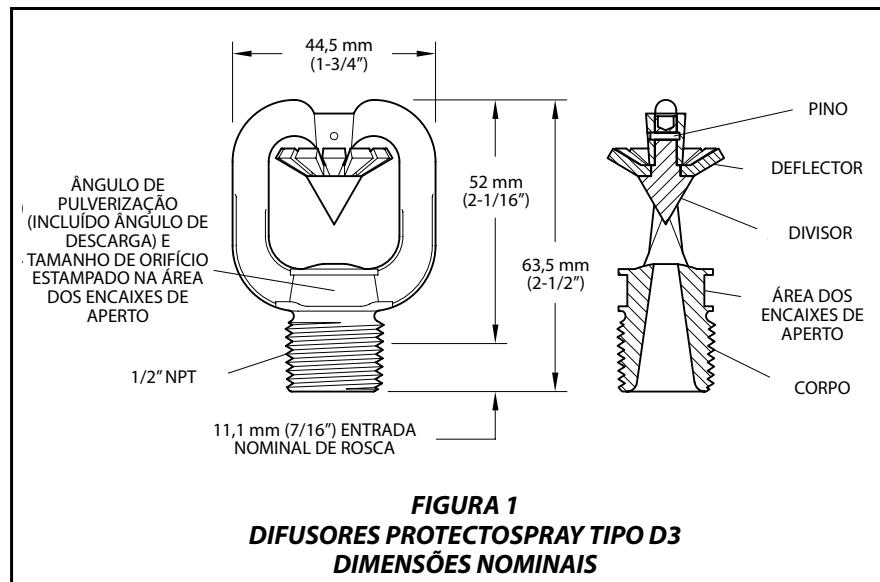

FIGURA 1
Passo 2. Aperte o difusor no encaixe do difusor utilizando apenas a chave de aperto tipo W-11 (Ref. figura 3). Relativamente à figura 1, a chave de aperto tipo W-11 deve ser aplicada na área dos encaixes de aperto.